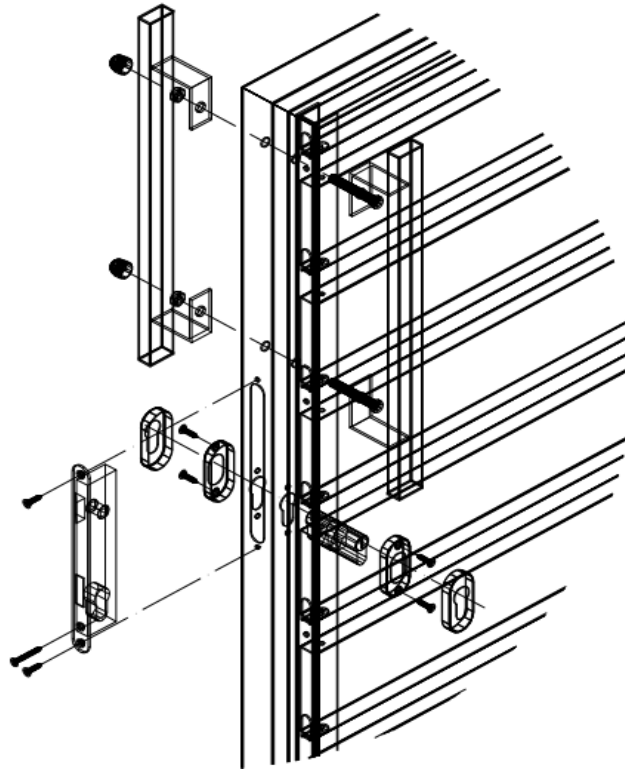

Rys.8
2. Montaż skrzydła zaczynamy od wkręcenia zawiasu z maskowniczką i nakrętką kontrolującą w tulejki osadzone w murze. Rys.8
3. Na wkręcone zawiasy zakładamy skrzydło furtki, wpuszczamy trzpień przez zawias przyspawany do skrzydła furtki oraz zawias wkręcony w mur, następnie zabezpieczamy trzpień pierścieniem Segera (Rys. 8), dbając o zachowanie jednakowej linii i jednakowego poziomu.